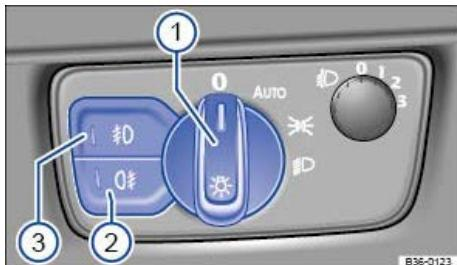

Abb. 109 Neben dem Lenkrad: Lichtschalter und Tasten für Nebelleuchten.
Legende zu ⇒ Abb. 109 :
Lichtschalter in gewünschte Position drehen ⇒ Abb. 109(1) :
- Bei eingeschalteter Zündung, den Lichtschalter ⇒ Abb. 109(1) auf Position ✉, AUTO oder ✉ drehen.
- Nebelschlussleuchte ⚡ einschalten: Taste ⇒ Abb. 109(2) drücken. Die Kontrollleuchte in der Taste leuchtet.
- Nebelscheinwerfer ⚡ einschalten: Taste ⇒ Abb. 109(3) drücken. Die Kontrollleuchte in der Taste leuchtet.